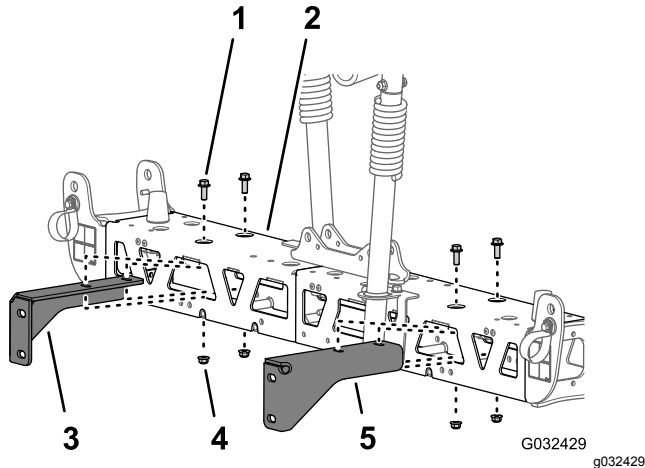

Figura 73
2. Retire los 2 pernos con arandela prensada (3/8" x 1") y las 2 contratruercas con arandela prensada (3/8") que sujetan el soporte a la sección de brazo central y retire el soporte (Figura 73).
3. Retire los 2 pernos con arandela prensada (3/8" x 1") y las 2 contratruercas con arandela prensada (3/8") que sujetan el otro soporte a la sección de brazo central y retire el soporte (Figura 73).